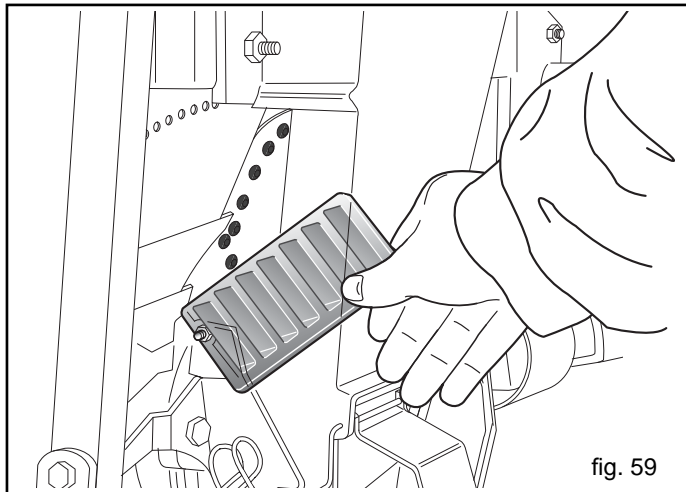

fig. 59
- Regolare il selettore controllando dalla grata trasparente che il disco porti un solo seme per foro (Fig. 59).